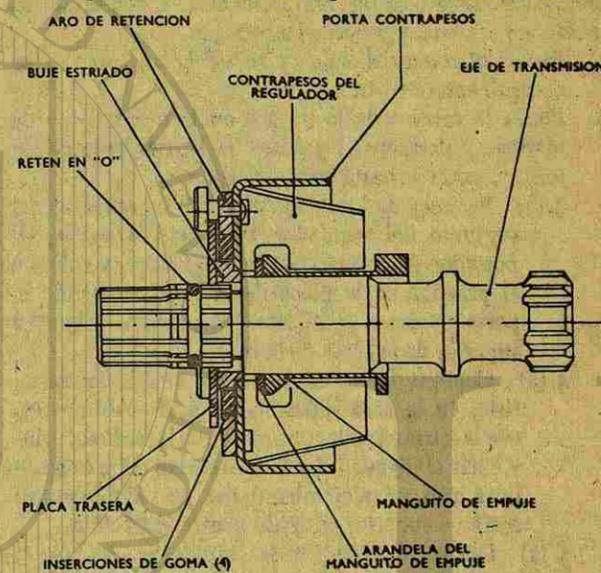

Fig. 36 Transmisión de amortiguación en una bomba básica
2. Quite cuidadosamente el eje de transmisión y el conjunto de contrapesos del regulador unido a él (Fig. 36).